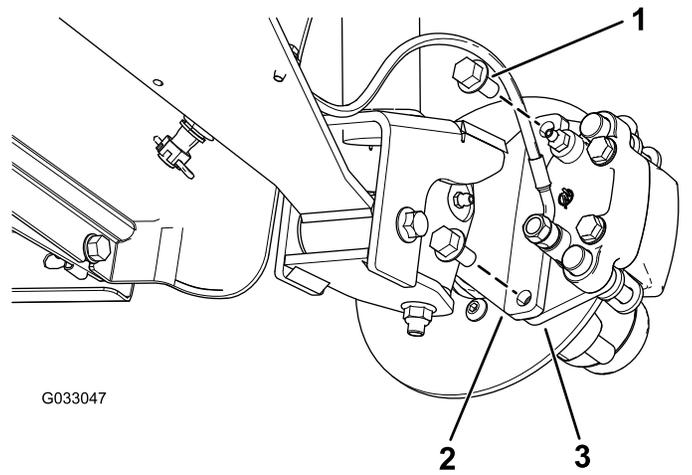
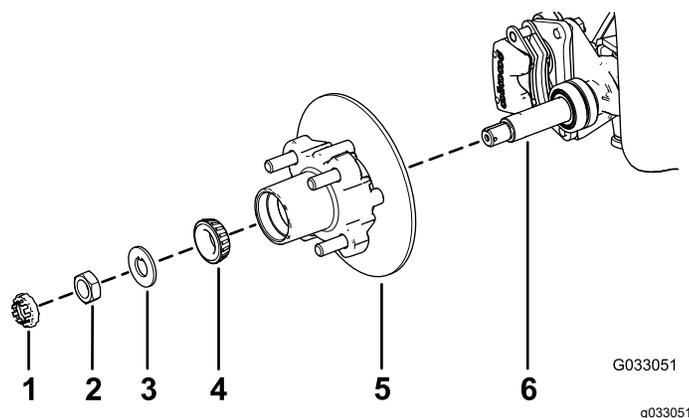

Figure 30
Figure 34
3. Retirez les boulons à embase ($\frac{3}{8} \times \frac{3}{4}$ po) qui fixent le support du frein à la fusée et séparez le frein de la fusée (Figure 30).
1. Appliquez une fine couche de la graisse spécifiée sur la fusée (Figure 34).
2. Montez le moyeu et le disque sur la fusée, en plaçant le disque à l'intérieur (Figure 34).
3. Montez le roulement extérieur sur la fusée et poussez-le contre la bague extérieure (Figure 34).
4. Placez la rondelle à languette sur la fusée (Figure 34).
5. Vissez l'écrou de fusée sur la fusée et serrez-le à 15 N·m (11 pi-lb) tout en tournant le moyeu pour asseoir le roulement (Figure 34).
- Placez les plaquettes de frein de chaque côté du disque (Figure 30), puis alignez les trous du support d'étrier et les trous du support de frein sur le porte-fusée (Figure 34).
- Fixez le support d'étrier au porte-fusée (Figure 30) à l'aide des 2 boulons à embase ($\frac{3}{8} \times \frac{3}{4}$ po).